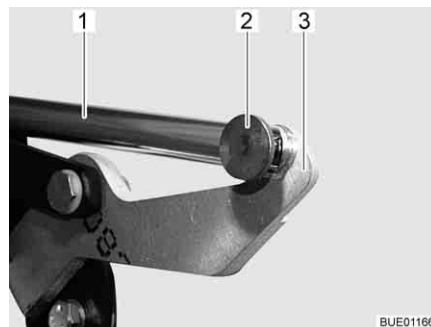

Fig. 126 Accionamiento
- Desmontar la unión (p. ej. la clavija hendida y el perno) (Fig. 126,2) entre la biela (Fig. 126,1) y la palanca (Fig. 126,3).